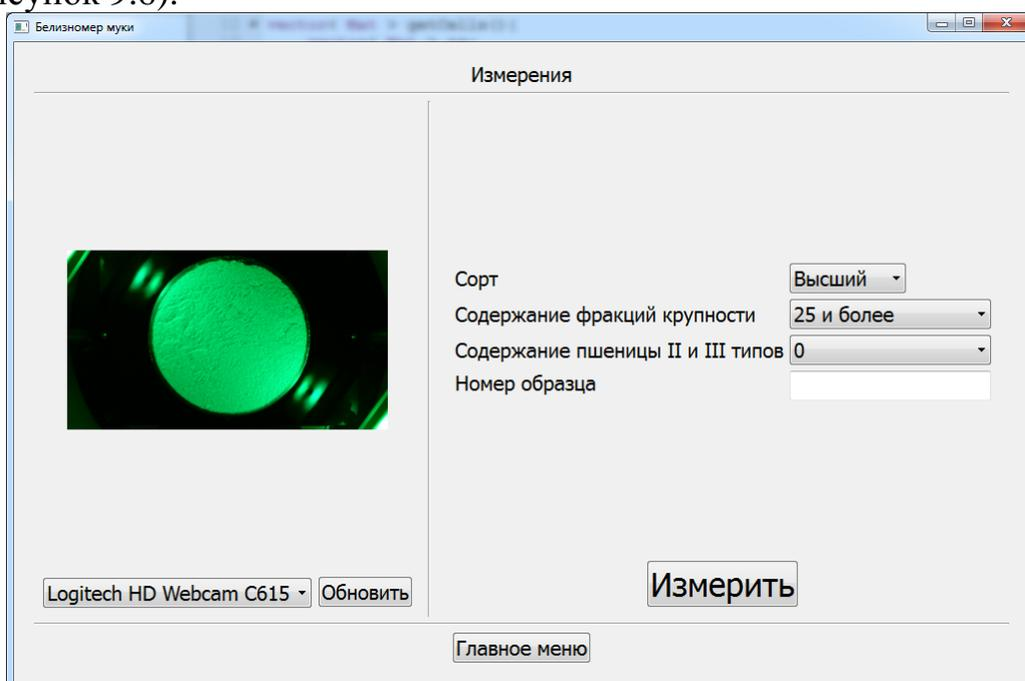

Рисунок 9.6. Подготовка к измерению
4. В правой части экрана необходимо выбрать сорт муки, содержание фракций крупности и содержание пшеницы I и II типов. Эти данные используются для автоматической коррекции результатов согласно ГОСТ 26361-2013. Также есть возможность ввести номер образца (Рисунок 9.6).